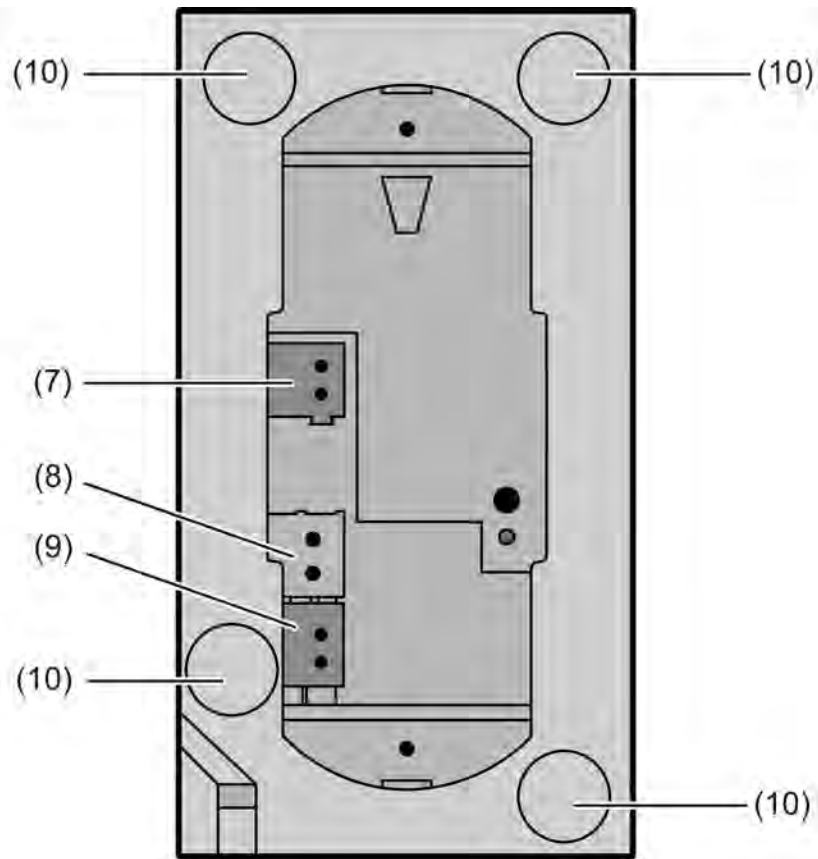

Bild 3: Geräteaufbau Rückseite
- Die Klebeplätze für die Haftpunkte auf der Rückseite des Glas-Sensors (10) von Verunreinigungen befreien (Bild 3).